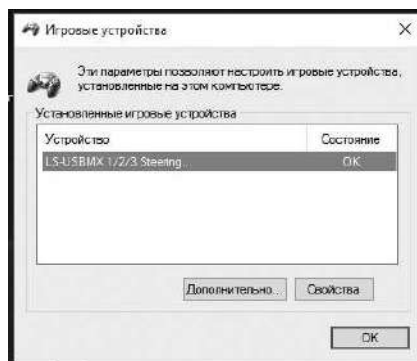

Рис. 5
• Зайдите в меню «панель управления», далее щелкните по значку «устройства и принтеры», в открывшемся окне выберите ярлык «LS-USBMX 1/2/3 Steering Wheel W/Vibration», правой кнопкой мыши выберите «Параметры игровых устройств управления» (Рис. 5).